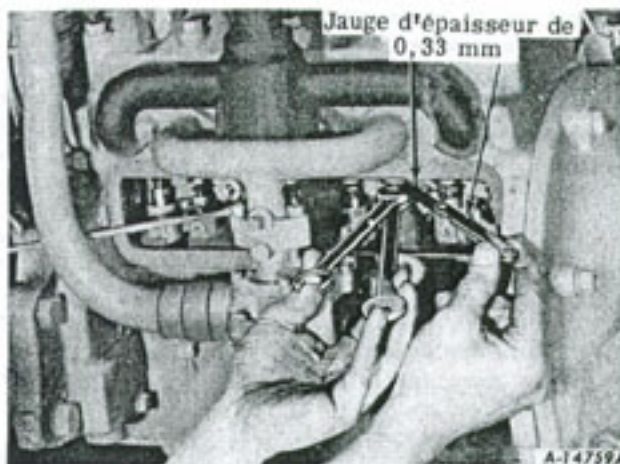

Figure 46
5) Pour le réglage du jeu des soupapes, employez deux clés plates, voyez figure 46. Utilisez la clé inférieure pour maintenir le poussoir et la